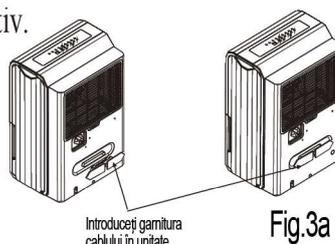

Fig.3a
- ❶ Orificiu furtun de dren continuu
- ❷ Rotișă
- ❸ Cablu de alimentare și fișă
- ❹ Garnitură cablu de alimentare (așezat în găleata de apă, a se folosi doar când depozitați unitatea). Instalată conform Fig.3a)
- ❺ Scurgere furtun (unele modele nu au)
- ❻ Grilaj evacuare aer
- ❼ Filtru de aer